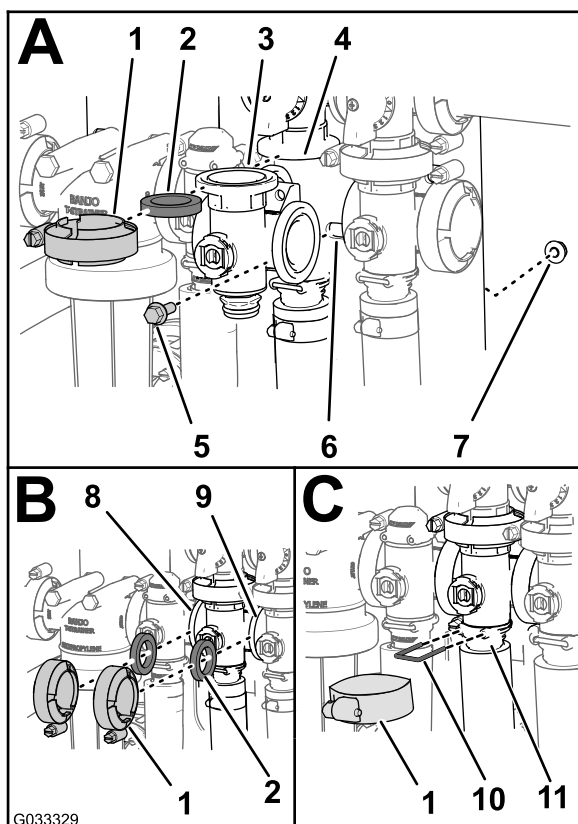

Рисунок 76
1. Совместите фланец коллектора клапана перемешивания, 1 прокладку и фланец перепускного клапана перемешивания (Рисунок 76А).
- Смонтируйте перепускной клапан перемешивания, прокладку и коллектор клапана перемешивания с помощью хомута, затянув его от руки (Рисунок 76А).
- Установите прокладку между фланцами клапана управления нормой внесения и коллектором клапана перемешивания (Рисунок 76В).
- Смонтируйте прокладку и коллектор клапана перемешивания с помощью хомута, затянув его от руки (Рисунок 76В).
- Установите прокладку между фланцами коллектора клапана перемешивания и главного клапана секций (Рисунок 76В).
- Смонтируйте коллектор клапана перемешивания, прокладку и главный клапан секций с помощью хомута, затянув его от руки (Рисунок 76В).
- Смонтируйте коллектор клапана перемешивания и гнездо с помощью хомута, затянув его от руки (Рисунок 76С).
- Прикрепите штуцер торцевой крышки к выпускному штуцеру, вставив держатель в гнездо выпускного штуцера (Рисунок 76С).